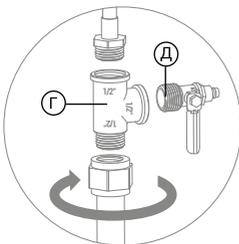

Рис. 6
8. Установите тройник (Г) на магистраль холодной воды. Установите адаптер-вентиль (Д) в тройник (Г), уплотнив соединение тройника и адаптер-вентилем сантехнической фум-лентой (в комплект не входит), и плотно затяните по резьбе (рис. 6).